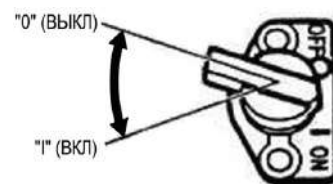

Рис. 7. Ключ питания
- переведите ключ питания в положение «0» (ВЫКЛ) (см. рис. 7);
- поверните ключ питания из положения «0» (ВЫКЛ) в положение «I» (ВКЛ) (см. рис. 7);